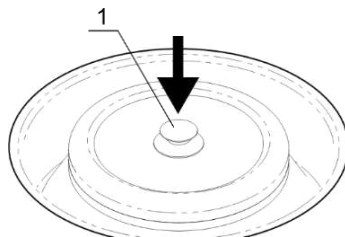

Рисунок 2. Установка крышки ротора
- Установите крышку ротора, нажав на фиксатор крышки до упора (рис. 2/1).